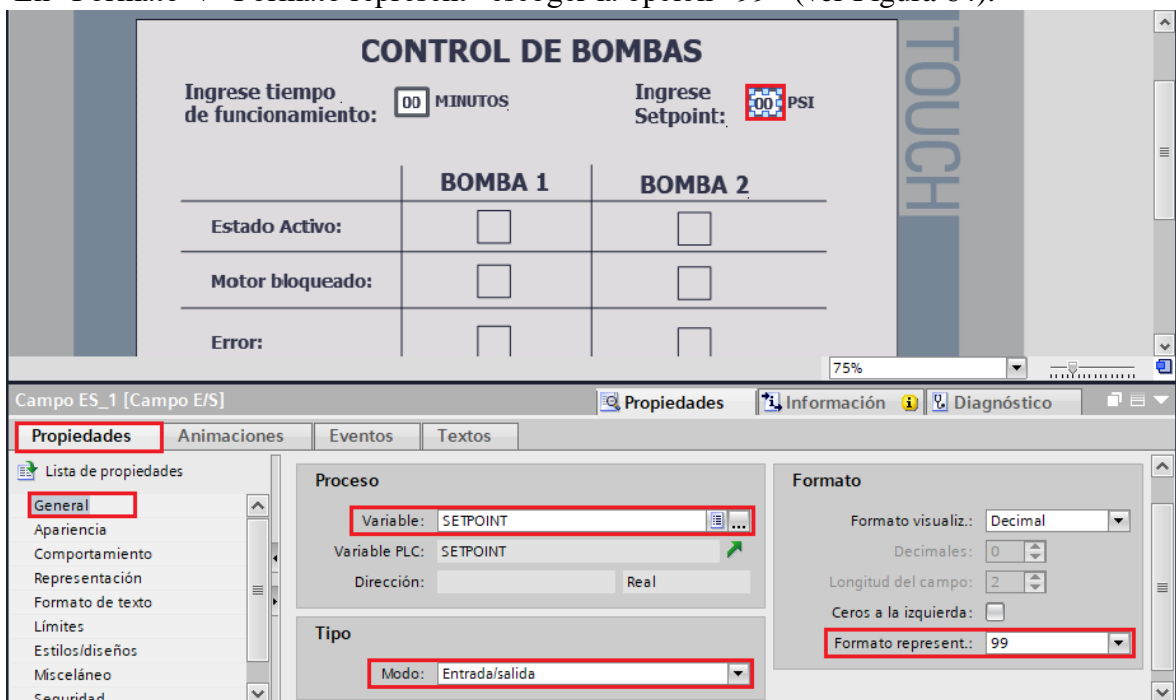

Figura 64. Configuración Campo E/S “Ingreso setpoint”.
- En “Formato” / “Formato represent” escoger la opción “99” (ver Figura 64).